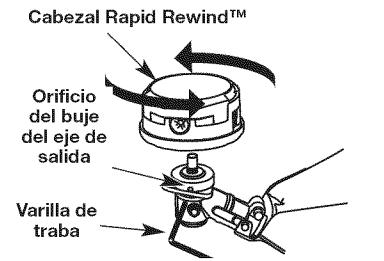

Fig. 21
1. Coloque el conjunto de cabezal de corte en el eje de salida y hágalo girar en sentido contrario a las agujas del reloj hasta que quede apretado con la mano. (Fig. 21)
2. Alinee el orificio del buje del eje con la ranura de la varilla de traba e inserte la varilla de traba en el orificio del buje del eje (Fig. 21).
1. Alinee el orificio del buje del eje con la ranura de la varilla de traba e inserte la varilla de traba en el orificio del buje del eje (Fig. 21).
3. Atornille el accesorio de corte hacia la izquierda en el eje de salida. Apriete firmemente. (Fig. 21)